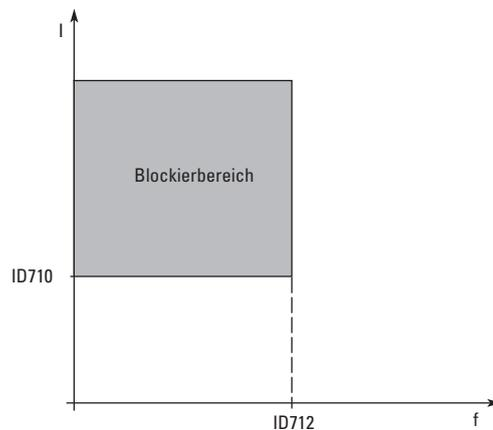

Abbildung 57: Einstellung der Blockiercharakteristiken
Der Strom kann auf $0,1 - I_{nMotor} \times 2$ eingestellt werden. Damit eine Blockierphase eintreten kann, muss der Strom diesen Grenzwert überschreiten. Siehe Abbildung 57. Die Software begrenzt die Eingabe eines Werts größer als $I_{nMotor} \times 2$. Wird der Nennstrom des Motors, ID113, verändert, wird dieser Parameter automatisch auf seinen Standardwert (IL) zurückgesetzt. Siehe Seite 200.